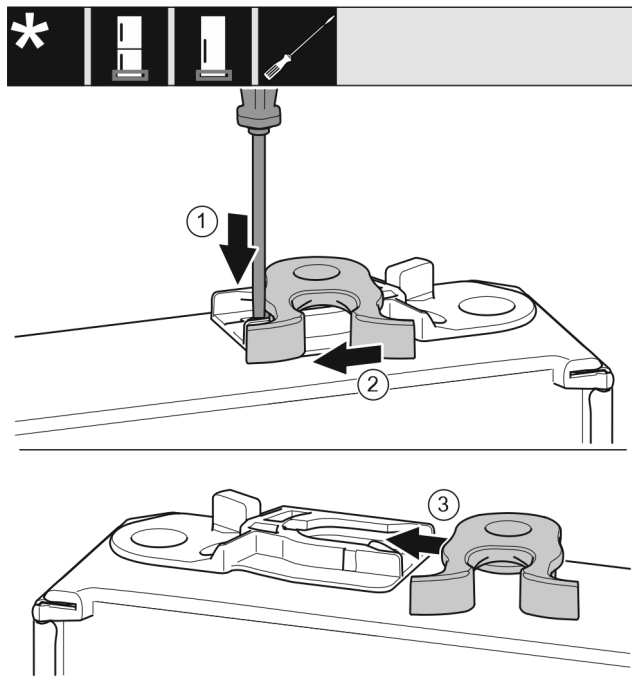

Fig. 26
- Shtypni për poshtë gjuhëzën Fig. 26 (1) me një kaçavidë me kokë petë.
- Nxirrni jashtë nga foleja udhëzuese grepat e mbylljes Fig. 26 (2).
- Futni grepat e mbylljes Fig. 26 (3) në folenë udhëzuese në anën tjetër.